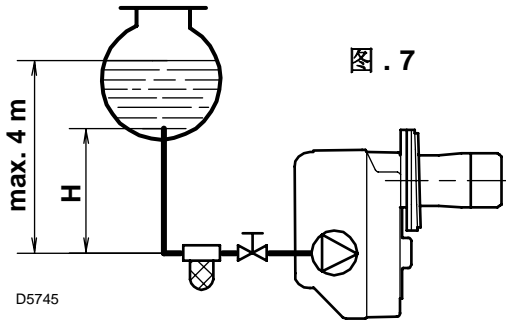
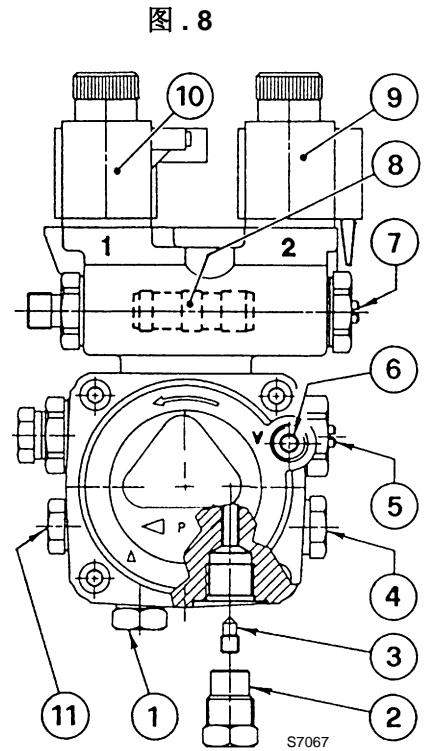

图 .7
图 .8
设计时泵是按双管运行的。如单管运行，须拧下回油螺钉 (2)，移开旁路螺钉 (3) 后再拧紧螺钉 (2)。(参见图 .8)
在图 .7 所示系统中，松开油压表接口螺钉 (6, 图 .8) 直到有油流出就可以了。